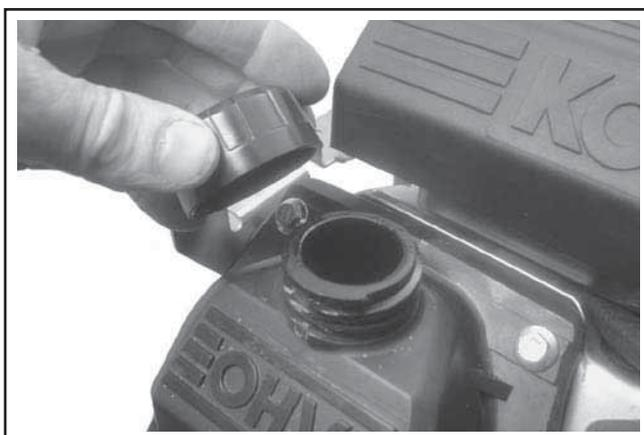

Figure 11-105. Réinstallation du bouchon de remplissage d'huile (certains modèles).
6. S'assurer que le joint torique d'étanchéité est en position et remonter ensuite le bouchon de remplissage d'huile sur le cache-soupape. Voir la Figure 11-105.